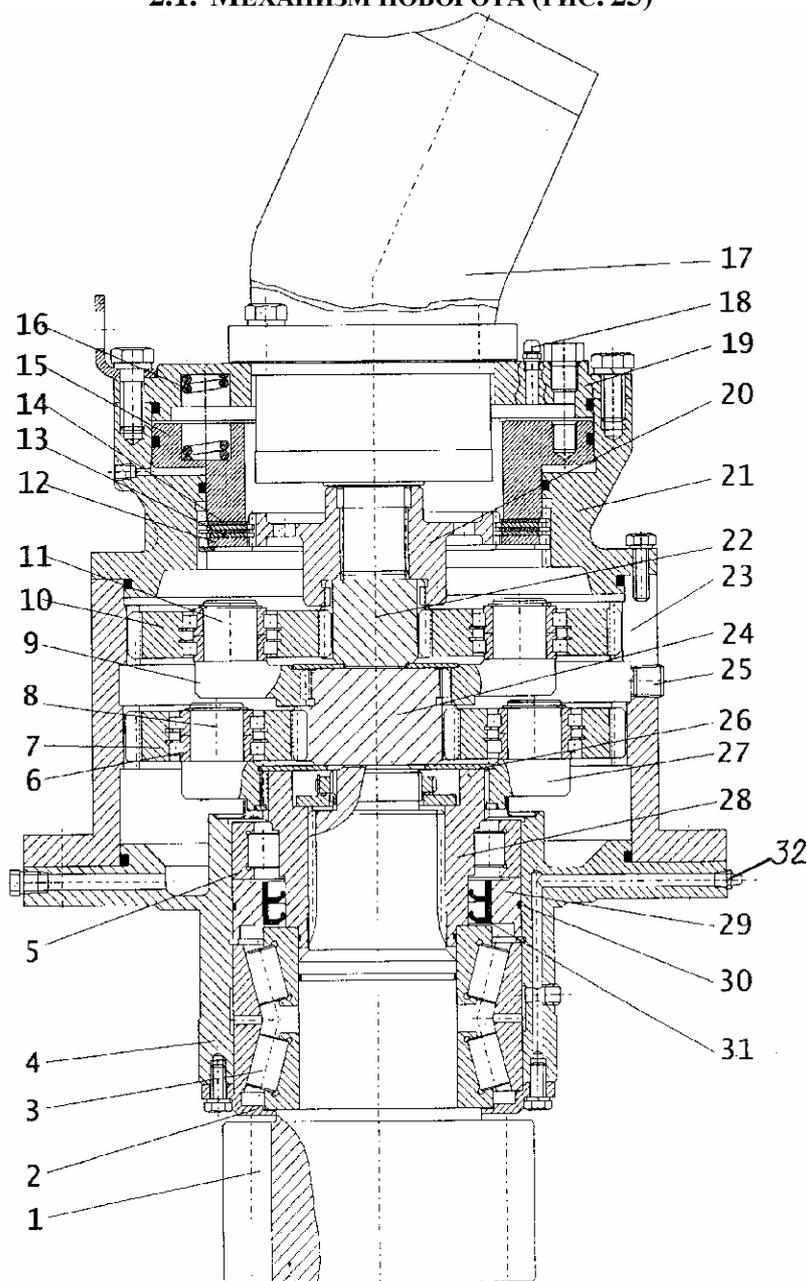

Рис. 25 Механизм поворота
2.1. МЕХАНИЗМ ПОВОРОТА (РИС. 25)